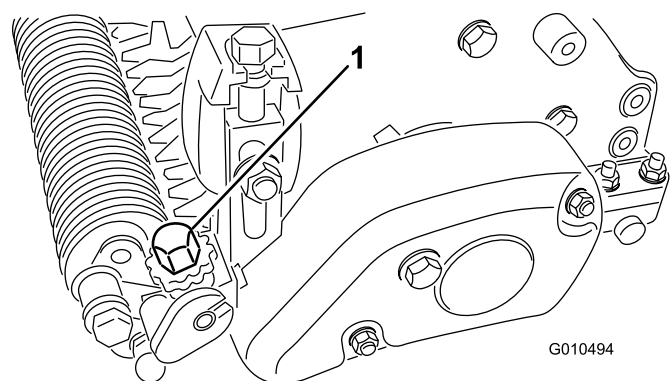

Figure 25
6. Tournez le bouton de réglage de hauteur du groomer pour élever ou abaisser la pointe de la lame à la hauteur voulue (Figure 25).